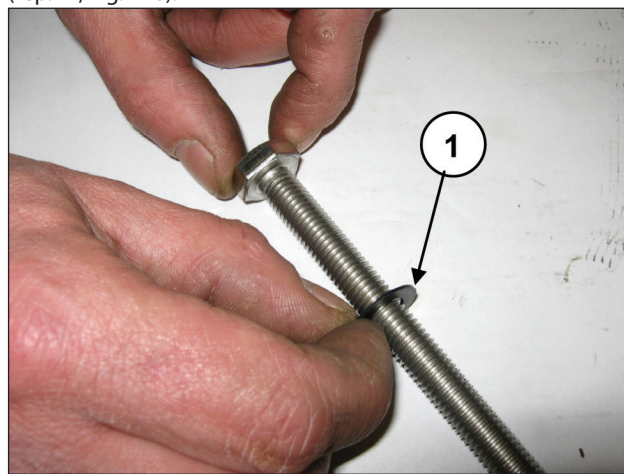

Fig. 146
Enfiler la rondelle Ø10x18x0,9 sur la vis de fixation du piston (rep. ①, Fig. 146).